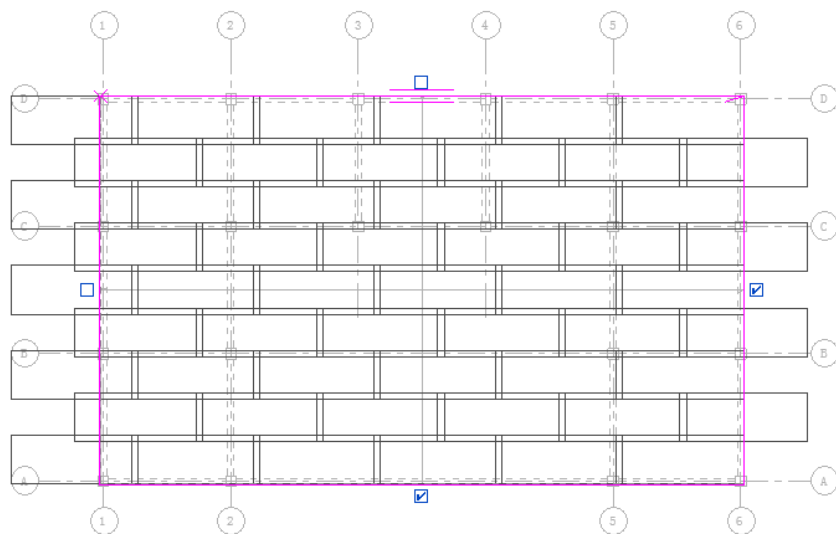

图 13-40 主筋中间错开
- 主筋中间错开：钢筋网片按行放置，每隔一行将相对于前一行移动一个钢筋网片长度的一半，如图 13-40 所示。